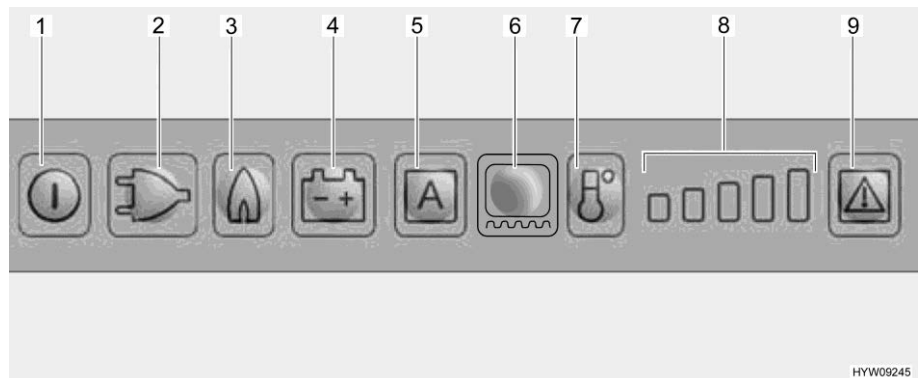

Fig. 255 Panneau de commande DEL (réfrigérateur Dometic)
Dès que le fonctionnement au gaz est activé, la veilleuse de sécurité s'ouvre automatiquement, de sorte que le gaz peut arriver au brûleur. En même temps, l'allumage électronique est connecté. Si la flamme s'éteint, p. ex. en raison d'un courant d'air, l'allumage est immédiatement activé et rallume le gaz. En cas de panne de gaz, les touches lumineuses Gaz (Fig. 255,3) et Dé-rangement (Fig. 255,9) clignotent et une alarme acoustique retentit pendant 20 secondes.
- Appuyer sur la touche Marche/Arrêt (Fig. 255,1) pendant env. 2 secondes. Le réfrigérateur s'enclenche, le dernier mode de fonctionnement choisi est indiqué.
- Appuyer sur la touche lumineuse pour le mode de fonctionnement désiré (Fig. 255,2 - 4) ou le mode automatique "AES" (Fig. 255,5) (uniquement sur le modèle AES).
- Régler la température de réfrigération avec la touche de puissance de réfrigération (Fig. 255,7). L'indicateur de puissance de réfrigération (Fig. 255,8) indique le réglage choisi du thermostat.
- Appuyer sur la touche Marche/Arrêt (Fig. 255,1) pendant env. 2 secondes.
Lorsque le réfrigérateur est mis en marche, il choisit automatiquement la température moyenne du thermostat. Ce réglage peut cependant être corrigé manuellement à l'aide de la touche de puissance de réfrigération (Fig. 255,7). Il faudra attendre quelques heures jusqu'à ce que le réfrigérateur ait atteint sa température normale de réfrigération. Le réglage du thermostat est conservé en cas de commutation sur un autre mode de fonctionnement.
- Régler le chauffage du cadre pour une durée de 2 heures : Appuyer une fois sur la touche lumineuse Chauffage du cadre (Fig. 255,6). Une barre indiquant la puissance de réfrigération (Fig. 255,8) s'allume.
- Régler le chauffage du cadre pour une durée de 5 heures : Appuyer deux fois sur la touche lumineuse Chauffage du cadre (Fig. 255,6). Deux barres indiquant la puissance de réfrigération (Fig. 255,8) s'allument.
- Régler le chauffage du cadre sur fonctionnement permanent : Appuyer trois fois sur la touche lumineuse Chauffage du cadre (Fig. 255,6). Trois barres indiquant la puissance de réfrigération (Fig. 255,8) s'allument.
L'indicateur de puissance de réfrigération (Fig. 255,8) indique pendant quelques secondes la durée de fonctionnement du chauffage du cadre.
En cas de dérangement, la touche lumineuse Dérangement (Fig. 255,9) clignote. Une des touches lumineuses Mode de fonctionnement ou l'indicateur de puissance de réfrigération clignote. De plus, un signal d'avertissement acoustique retentit. Les consignes relatives à l'affichage de défauts et à leur élimination sont données au chapitre 15.
- ▷ Quand un dérangement du régime au gaz a été éliminé, appuyer sur la touche lumineuse Reset (Fig. 255,9).